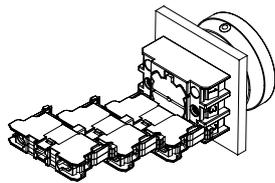
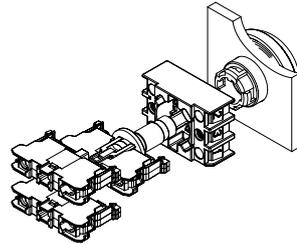

Fig. 4
Fig. 5
2. A montagem dos elementos de contacto do sistema de contactos RF é realizada através dos encaixes nas posições 1 a 3 no flange de montagem (ver a fig. 4). A posição central (pos. 3) está prevista para a montagem de lâmpadas em dispositivos com iluminação (ver a fig. 5).